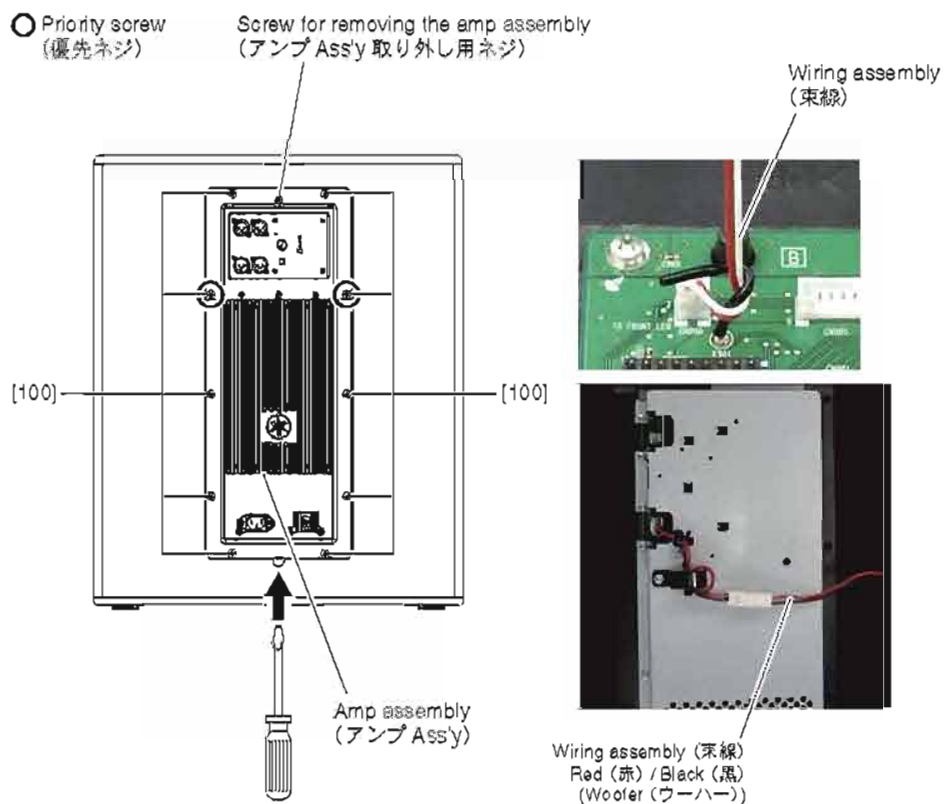

Fig. 4 (図 4)
- 4-1. Remove the ten (10) screws marked [100]. The amp assembly 118 can then be removed (Fig. 4)
- * When installing the amp assembly, first tighten the two (2) priority screws as shown in Fig. 4.
- 4-2. Follow the steps below to remove the amp assembly 112 carefully. (Fig. 4)
- (1) Loosen the screw for removing the amp assembly.
- (2) Insert the flat blade screwdriver or the like into the cavity of the cabinet, and push the bottom end of amp assembly up.
- (3) Pull the screw for removing the amp assembly to move up the top end of the amp assembly.
- (4) Hold both top and bottom of the amp assembly to remove it.
- 4-3. Disconnect the connectors of the wiring assemblies. (Fig. 4)
- 4-1. [100] のネジ 10 本を外して、アンプ Ass'y 118 を外します。(図 4)
- ※ アンプ Ass'y を取り付けるときは、図に示す優先ネジ 2 本を先に締めてください。(図 4)
- 4-2. 下記の手順で、慎重にアンプ Ass'y を取り外してください。(図 4)
- (1) アンプ Ass'y 取り外し用ネジを緩めます。
- (2) キヤビネットの切り欠きにマイナスドライバーなどを差し込んで、アンプ Ass'y の下部を浮かせます。
- (3) アンプ Ass'y 取り外し用ネジを手前に引いてアンプ Ass'y 上部を浮かせます。
- (4) アンプ Ass'y の上部と下部を持って、取り外します。
- 4-3. 束線のコネクターを外します。(図 4)